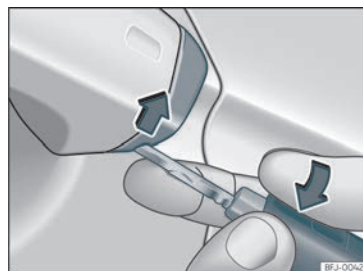

Fig. 75 Maneta de la porta del conductor: desprendre la tapa fent palanca.
- Introduïu l'espasí a l'obertura inferior de la tapa de la maneta de la porta del conductor »» **fig. 75** i aixequu la tapa.